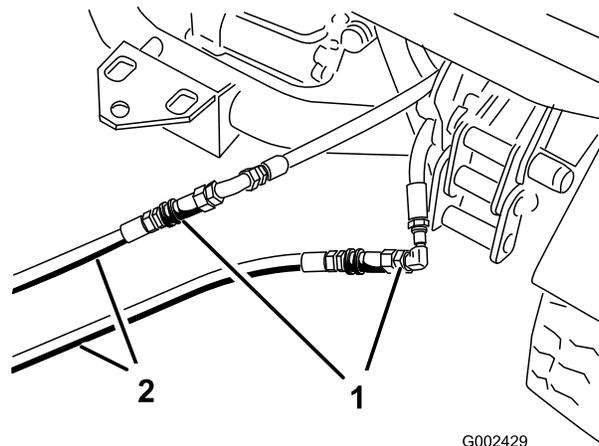

図 77
3. 故障しているワークマンのカップラホースに、救援用ホース2本を接続する 図 77。